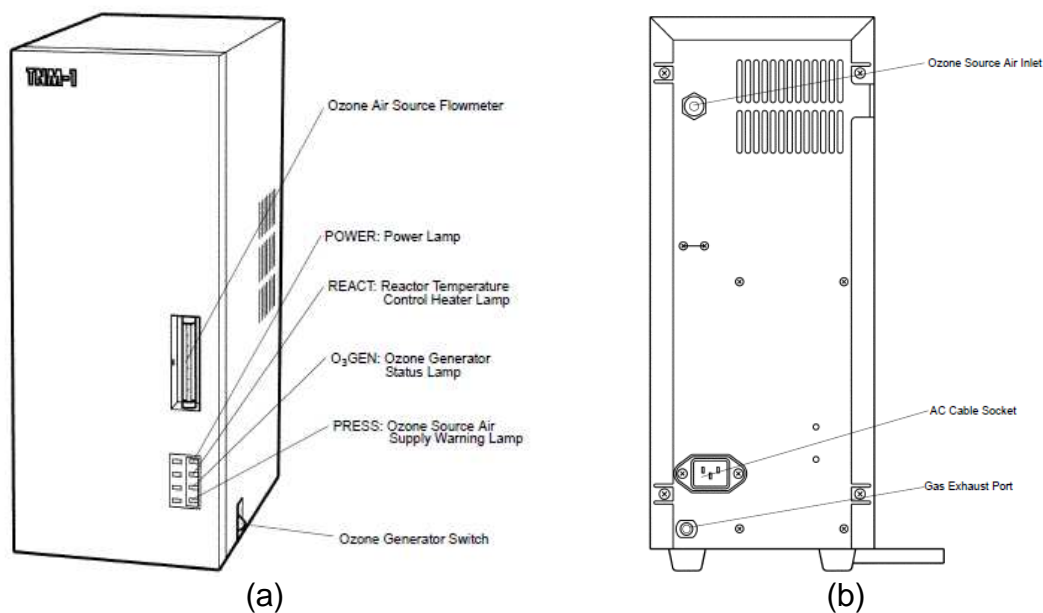

Figura 4.3.1 – Vista frontal (a) e traseira (b) da unidade TNM - 1.
O equipamento de TOC – V_{CPN} instalado no LAQUATEC tem como acessório adicional uma unidade medidora de nitrogênio total: TNM – 1. Na Figura 4.3.1 estão detalhadas a vista frontal, Figura 4.3.1 (a) onde pode ser observado a localização do medidor de fluxo de ozônio, o botão de acionamento do gerador de ozônio e as lâmpadas de controle de acionamento do equipamento, controle de temperatura, do gerador de ozônio e controle de pressão de ozônio, e na Figura 4.3.1 (b) a vista traseira, na qual pode ser observada a localização a entrada da fonte de ozônio e da saída do gás de exaustão traseira do equipamento.
1. Para ligar o gerador de ozônio, pressionar o botão na parte inferior direita da unidade de TN, mostrado na Figura 4.3.1 (a). As posições